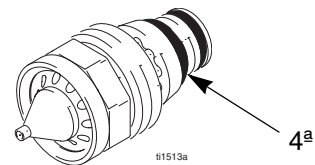

Fig. 19. Junta tórica conductora de la boquilla
5. Compruebe que los contactos metálicos (C) del cañón, del anillo de contacto de la boquilla (4ª, Fig. 19), y los contactos del electrodo (E) están limpios y no han sufrido daños.